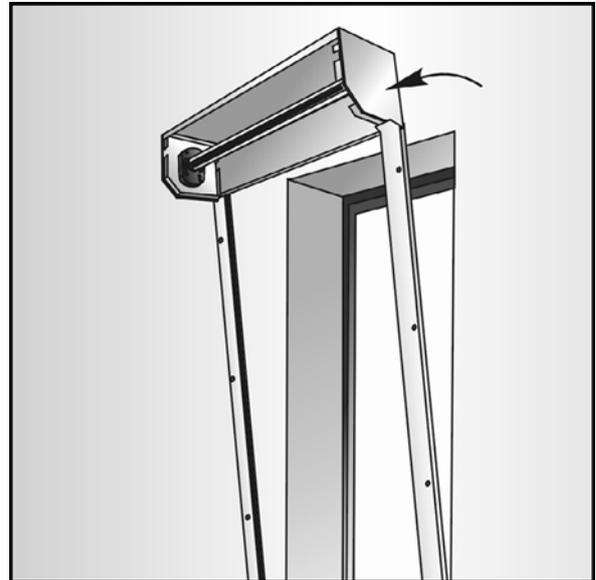

Abb. 2.22
13. Rolltor-Gerüst vom Einbauort abnehmen (Abb. 2.22, 2.23).